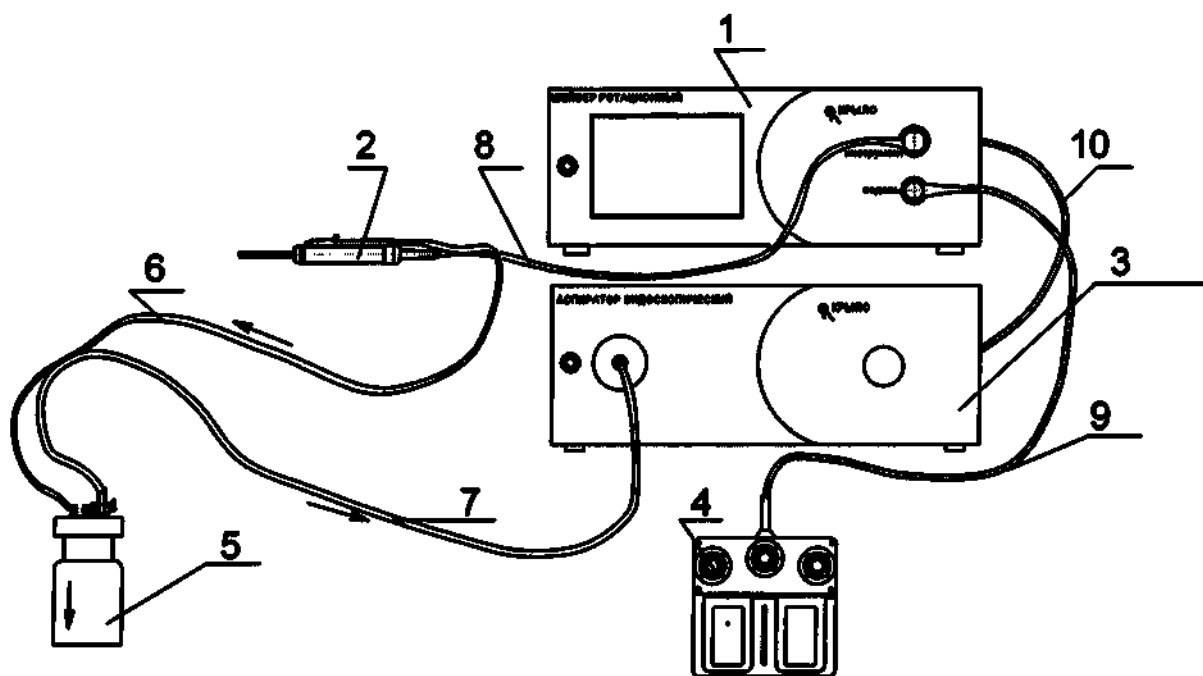

Рис.5
5.4 Подсоедините кабели и трубопроводы набора в соответствии со схемой, приведенной на рис.5.